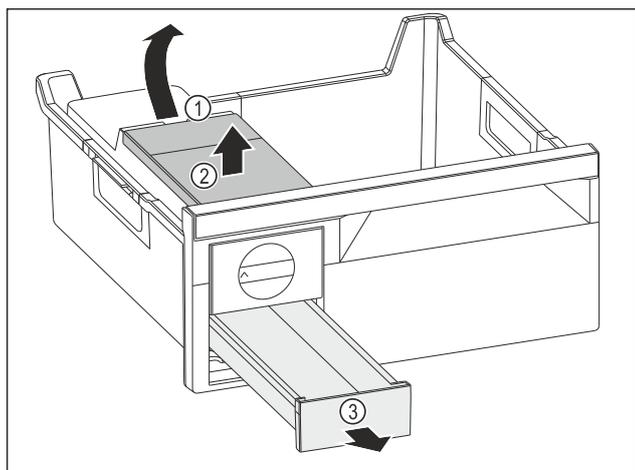

Fig. 95
- ▶ 取出水箱：从凹槽 Fig. 95 (1) 抬起水箱。
- ▶ 朝上取出水箱 Fig. 95 (2)。
- ▶ 朝前取出冰块抽屉 Fig. 95 (3)。